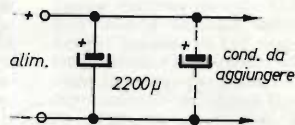

figura 7a - 1^a modifica.
1) Incrementare le capacità interne in modo da avere un certo serbatoio di corrente nei veloci transistori dei brani musicali, raddoppiando il valore capacitivo dei condensatori di alimentazione (vicino ai trasformatori). Portare il valore da 1000 μ F a 2200 μ F ed oltre (figura 7a).